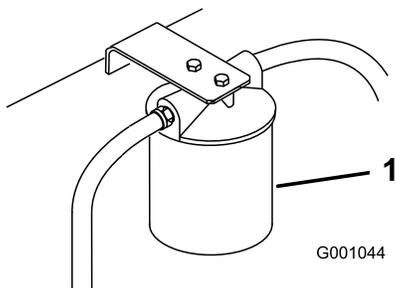

Figura 99
3. Collocate una bacinella di spurgo sotto il filtro, togliete il filtro usato e pulite la guarnizione di riduzione del filtro (Figura 99).